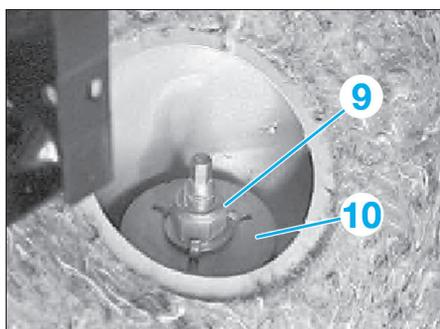

Fig. 41
- l'écrou (9), tout en maintenant au niveau du six pans si nécessaire (Fig.41),
- la partie supérieure du palier (10).